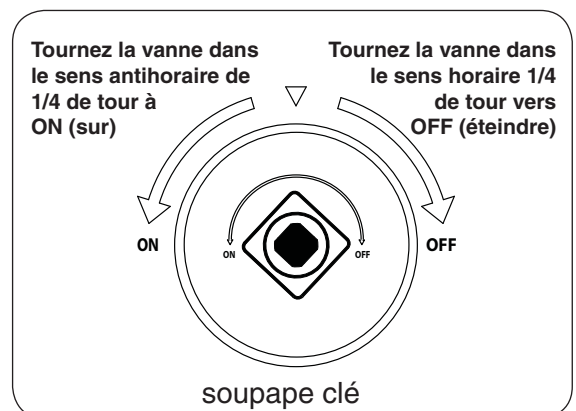

Fig. 20-2
4. **Une fois que le match est en feu et en position**, tournez la vanne clé sens anti-horaire d'un tour à la position **ON** (sur) 1/4 (voir Fig. 20-2). Votre brûleur devrait s'allumer.
Pour éteindre votre brûleur à gaz, tourner la soupape clé vers la droite d'une tour à la position **OFF** (éteindre) 1/4 (voir Fig. 20-2). Assurez-vous que la vanne clé est tournée entièrement au large pour éviter toute fuite de gaz.